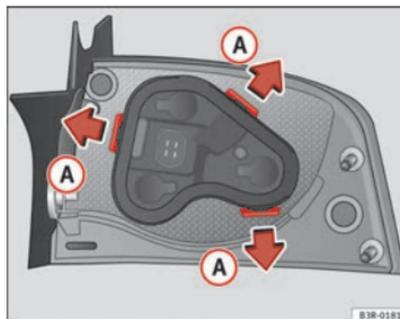

Fig. 212 Lengüetas de fijación en la parte posterior de la unidad de luz trasera
- Desbloquee las lengüetas de fijación ⇒ fig. 212 A.